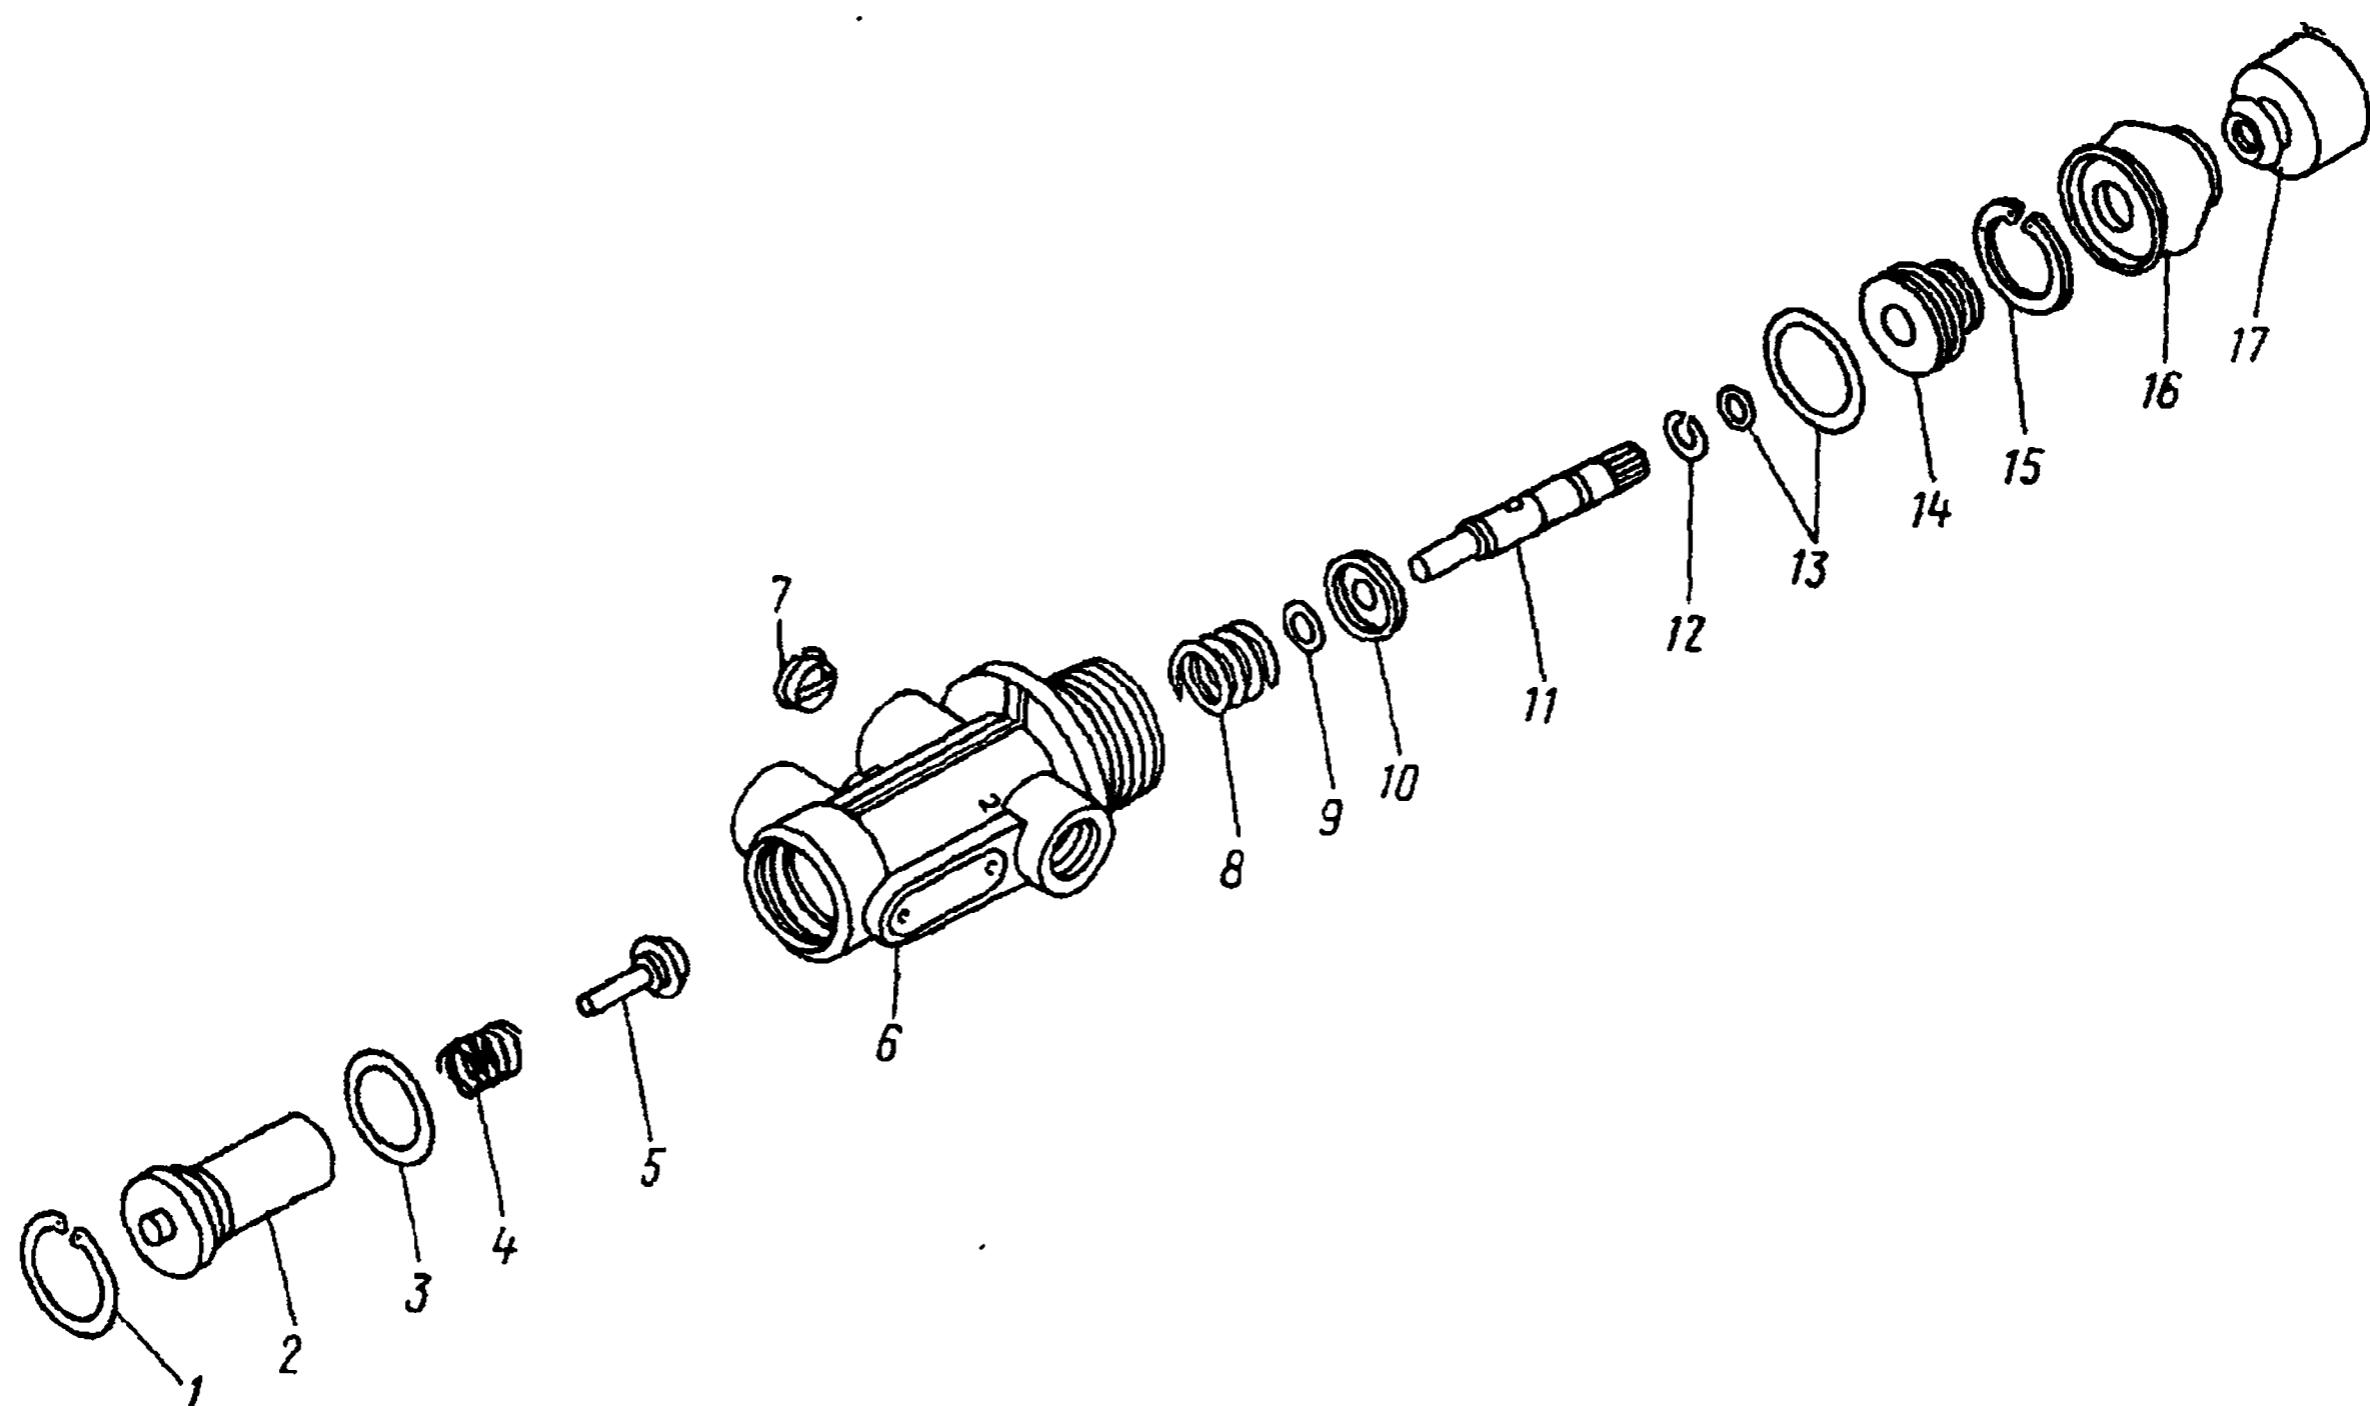

Рис. 331. Кран пневматический аварийного растормаживания стояночной тормозной системы:
2. Снимите колпачок 17 (рис. 331), защитный чехол 16	Слесарный верстак, тиски, мягкие губки